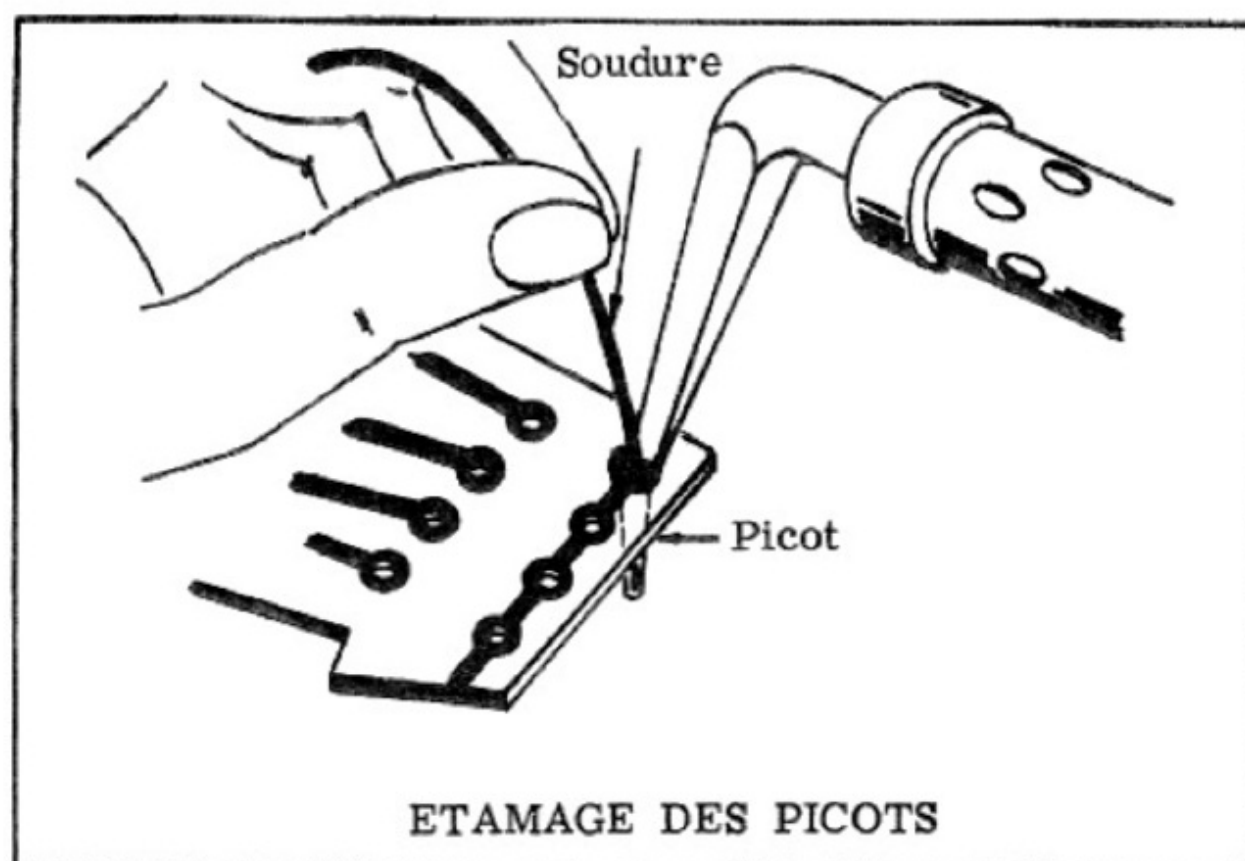

Figure 13
• Pour bien effectuer cette opération, faites fondre sur la base de chaque picot de la soudure en quantité suffisante pour bien recouvrir le point de rivetage (*figure 13*). De cette manière un bon contact électrique est assuré entre le picot et la bande de cuivre sur laquelle il est fixé.